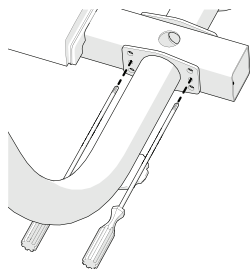

Рисунок 4
1. Соотнесите две боковые опоры с центральной опорой и вставьте узкую отвертку в средние отверстия на каждой боковой опоре и в центральную опору, чтобы выровнять их (см. рисунок 4).